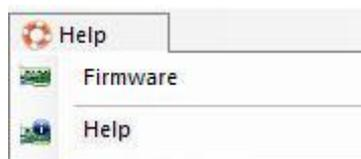

Abb. 10. Menü "Hilfe"
3. Im Menü **"Hilfe"** (Abb. 10) können Sie: